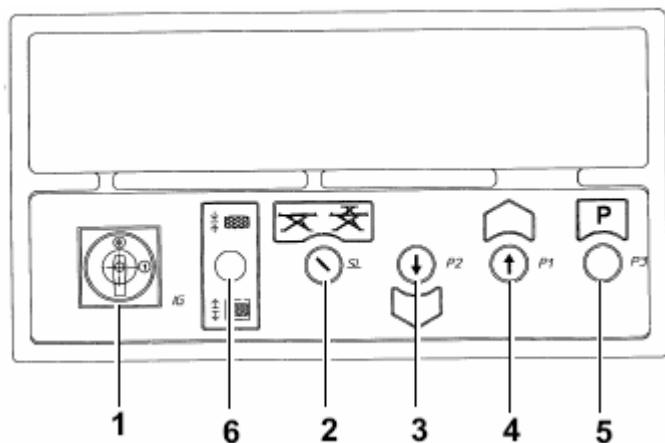

Рис. 40
- Осуществите процедуру, нажав кнопку опускания (3 Рис. 40), убедитесь, что поршни, отпускающие зубцы стопоров, сработали правильно и что стопорные зубцы, таким образом, будут готовы подняться при нажатии кнопки опускания.
Встроенный подъемник (Рис. 40)